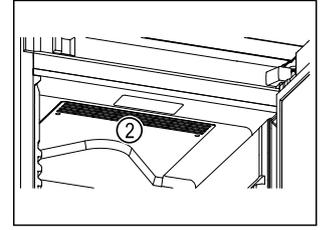

Fig. 65
- ❑ Mantenere libere le fessure di ventilazione Fig. 65 (2) della ventola di ricircolo nel vano interno.